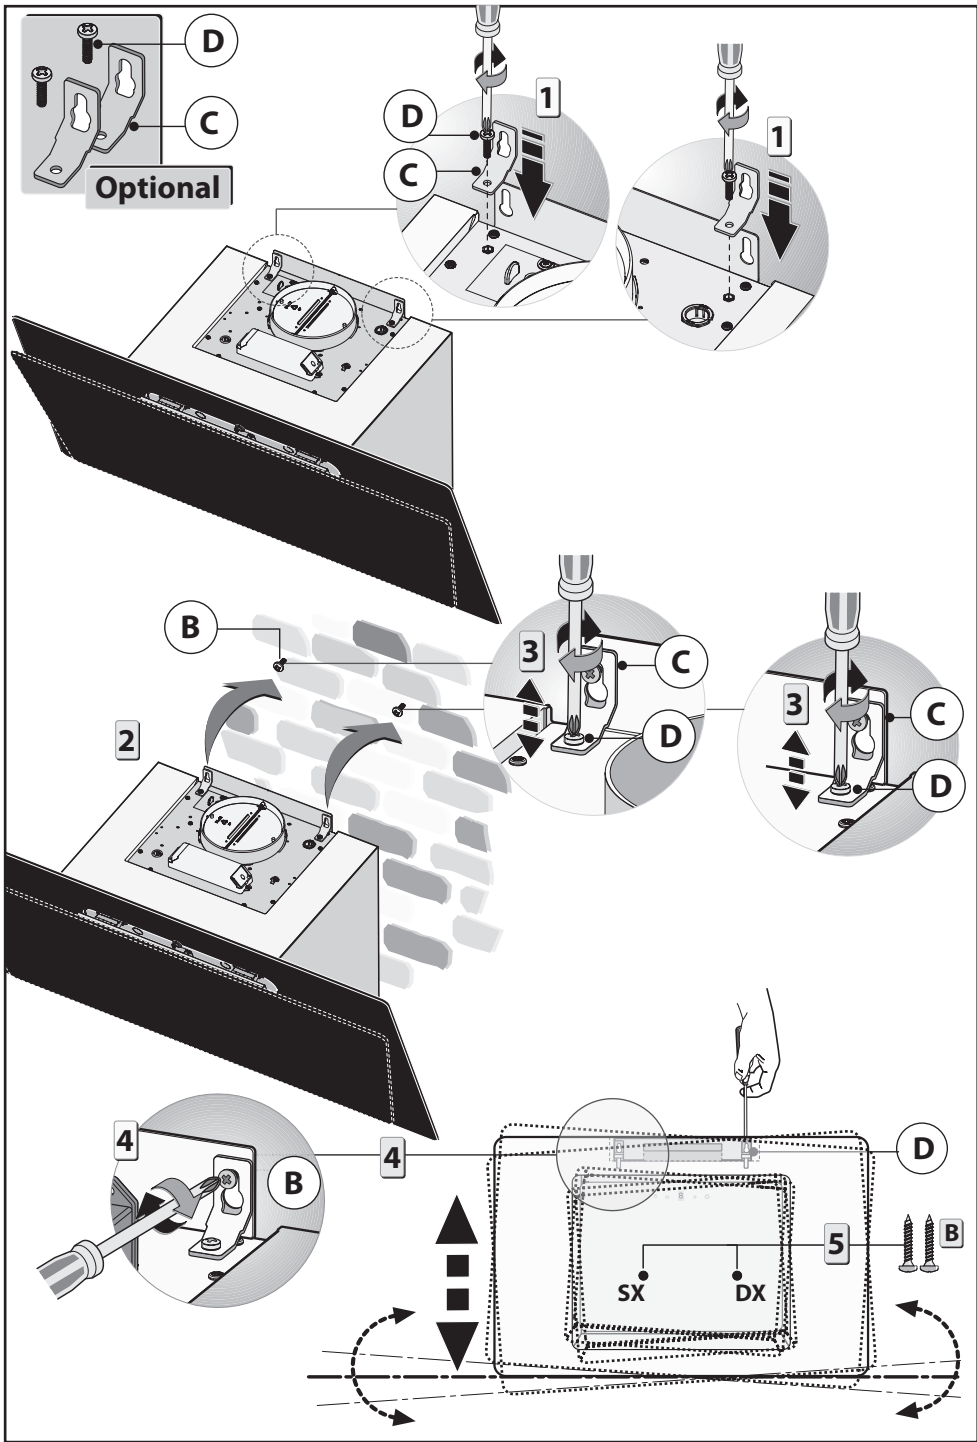

Fig.4
• Fastøring til væggen OPTIONAL Fig.4):
- Tag de to indstillingsbærere **C** og fastgør dem på emhættens holder vha. skruer **D** som vist på fig. 4 - fase 1. Vær opmærksom på, at de to indstillingskruer **D** ikke er helt skruet i.
- Tag emhætten og hæng den op på de to skruer **B** fig.4 - fase 2.
- Hæng emhætten vandret vha. de to indstillingskruer **D** fig.4 - fase 3.
- Når emhætten hænger lige, fastskrues de 2 skruer **B** fig. 4 - fase 4 og fastgør derefter emhætten til muren vjh. de 2 sikkerhedsskruer **B** fig. 4 - fase 5.